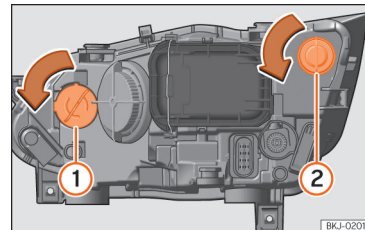

Abb. 56 Im Motorraum: Glühlampe Blinker ① und Glühlampe DRL-Licht (Tagfahrlicht) ②.
- Drehen Sie den Lampenträger »» **Abb. 56** ① oder ② nach links und ziehen Sie.